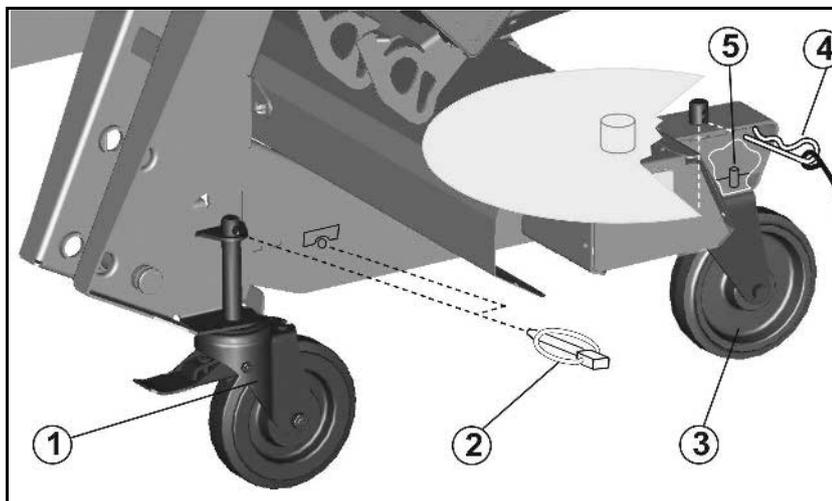

Fig. 37
5. Поворотное переднее колесо с тормозом (Fig. 37/1)
- o установите и застопорите пружинным фиксатором (Fig. 37/2) или
6. Неподвижное заднее колесо с тормозом (Fig. 37)
- o установите и застопорите пружинным зажимом в самом нижнем отверстии для фиксации (Fig. 37/1), или
При монтаже неподвижного колеса обратите внимание на то, чтобы палец (Fig. 37/4) вошел в отверстие рамы и, тем самым, удерживал колесо в продольном направлении.